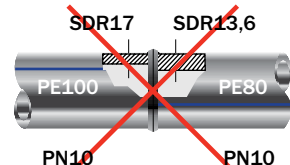

Рис. 14
- стенки различной толщины (SDR) нельзя соединять с помощью стыковой сварки, при этом следует учитывать что рабочее давление в системе определяется по ПЭ 80 (см. рис. 14);